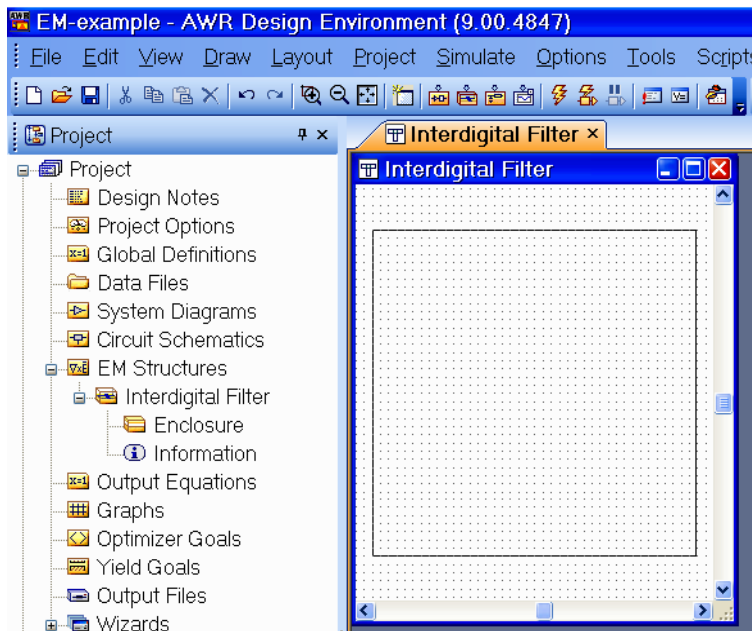

Рис. 6.9
2. Наберите **Interdigital Filter** (Встречноштыревой фильтр) в поле **Enter a name for the EM Structure** (Ввод имени для электромагнитной структуры), отметьте **AWR EMSight Simulator** и нажмите **Create**. На рабочем поле откроется окно электромагнитной структуры (рис. 6.9).